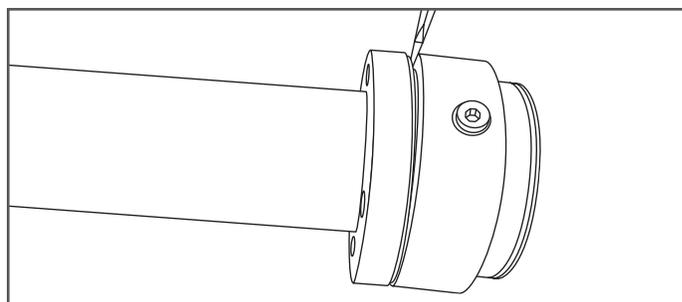

Figure 8-4
4. Détachez la partie arrière du raccord DoubleTrac® à l'aide d'un tournevis à lame plate ou d'un pied-de-biche plat (Figure 8-4).